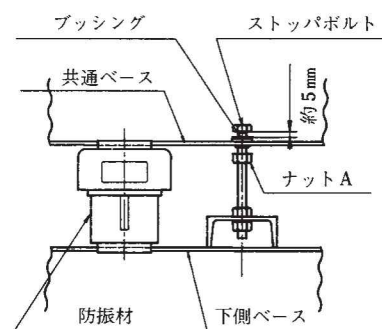

図 19 ストップボルト取付例
- 1) 耐震ストップボルトが付属している送風機は、図 19 によりストップボルトを取付けて下さい。ボルトは防振ベッドに固定して送風機運転による振動で共通ベースとボルトが当たらないように調整して下さい。